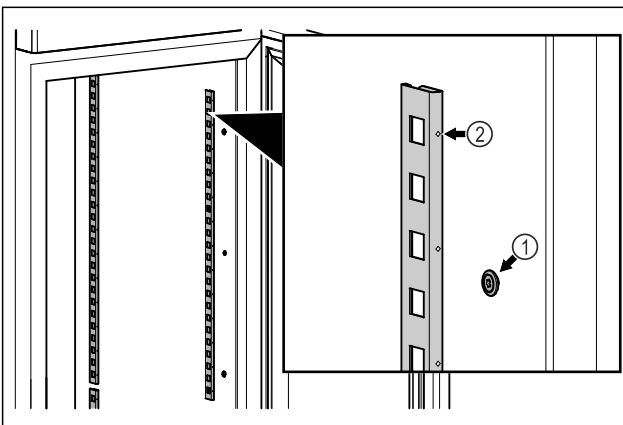

Fig. 48 Примерное изображение
► Навесьте фиксатор на крепление Fig. 48 (1). Отметка Fig. 48 (2) должна располагаться спереди.